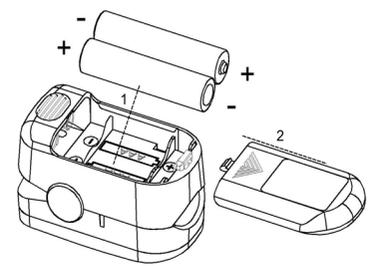

Figure 5
2. Führen Sie das dickere Ende der Trageschlaufe durch das dünnere Ende und ziehen Sie es fest (Figure 5)